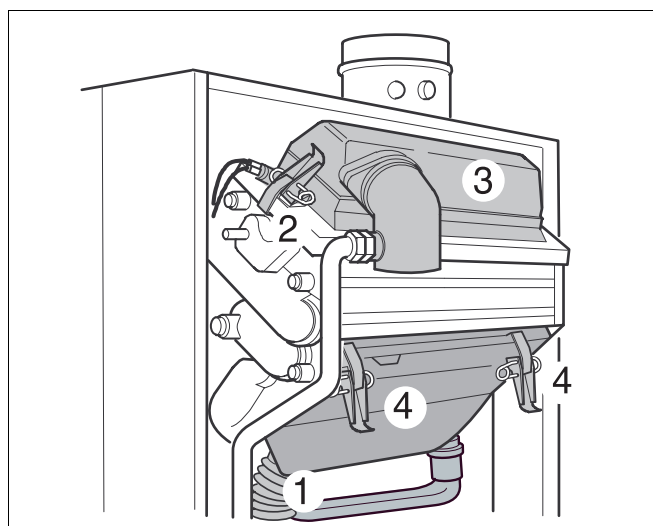

Fig. 37 Enlever le capot et la plaque de condensation
- Retirer le siphon (fig. 37, pos. 1).
- Déserrer les étriers de retenue (fig. 37, pos. 2) sur le capot du brûleur et retirer le capot du brûleur et le brûleur (fig. 37, pos. 3).
- Déserrer les étriers de retenue (fig. 37, pos. 4) sur la plaque de condensation et enlever la plaque de condensation.